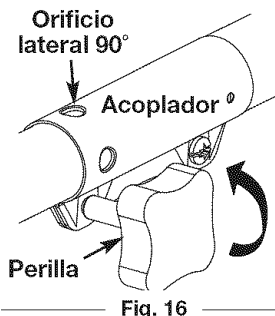
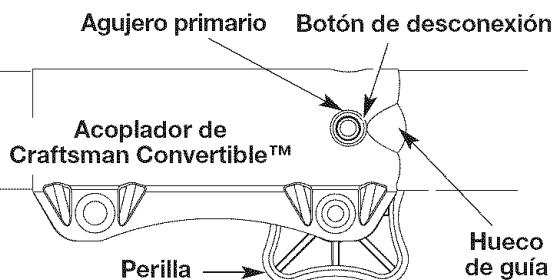

Fig. 16
Fig. 17
2. Gire la perilla en sentido antihorario para aflojarla (Fig. 16).
3. Oprima y sostenga el botón de desconexión (Fig. 17) y gírelo con firmeza 90° en cualquier dirección (según el modo en que quiere recortar el borde) (Fig. 16).
PRECAUCIÓN: Antes de operar esta unidad, cerciórese de que el botón de liberar esté completamente trabado en el agujero primario (Fig. 16), y que la perilla (Fig. 17) esté bien apretada.
3. Mientras que firmemente sostiene el accesorio, empújelo derecho en el acoplador hasta el botón liberador (Fig. 16) se encaja a presión hacia el agujero primario (Fig. 16). El agujero primario está en el lado opuesto del acoplador de la perilla (Fig. 16). La alineación del botón de desconexión con el hueco de guía facilitará la instalación (Fig. 16).
3. Oprima y sostenga el botón de desconexión (Fig. 16).